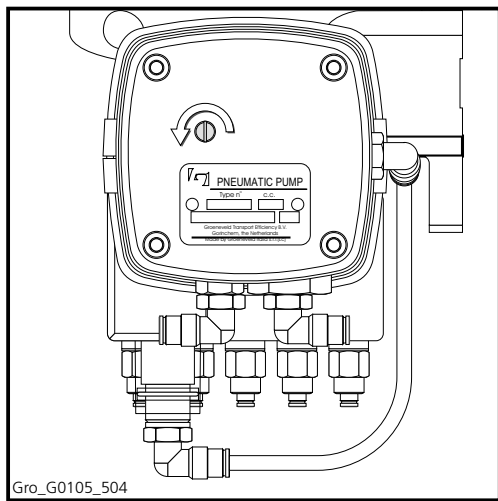

Abbildung 5.5 Testschraube
1. Drücken Sie die Testschraube hinein und drehen Sie sie langsam links herum (gegen den Uhrzeigersinn), bis ein eventueller Schmierzyklus beendet wird (in diesem Moment entweicht aus der Pumpe Luft). (Abbildung 5.5)